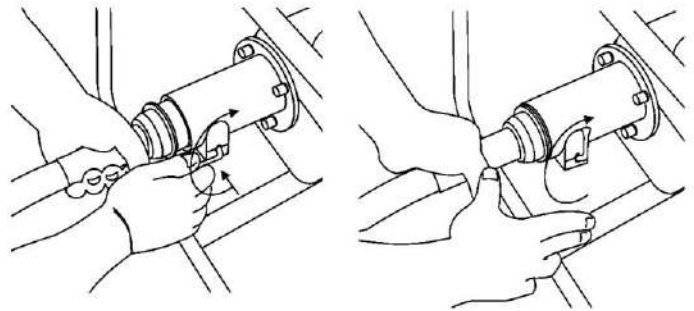

FIGURA 13. ASEGURAMIENTO DE ACOPLAMIENTO
3. Una vez logrado el punto (2) se asegura que el acoplamiento macho no se salga y esto se logra girando la palanca de bloqueo hacia arriba. Figura 13.